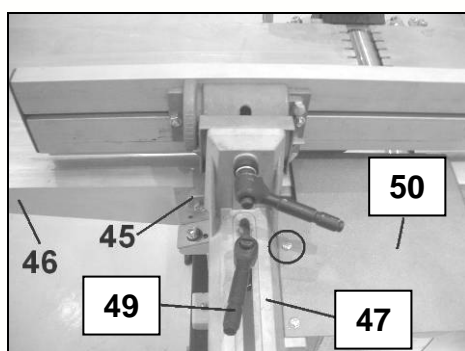

Fig 40
- Bloquez le guide avec la manette multi positions (49) (Fig 40).